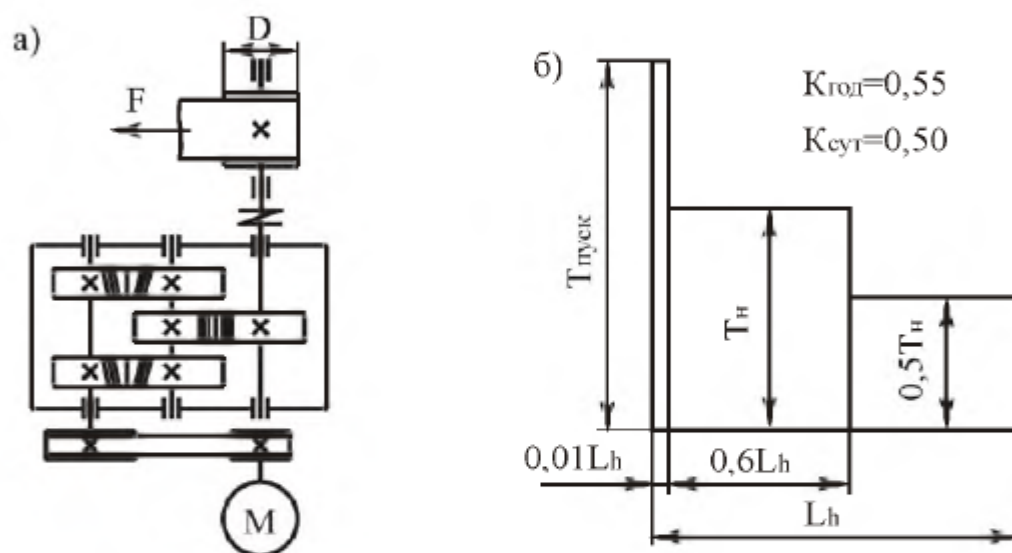

Рис. 6.6. Привод ленточного конвейера:
**Тема 6.** Спроектировать привод ленточного конвейера (рис. 6.6, табл. 6.6). Привод вала барабана ленточного конвейера осуществляется от асинхронного электродвигателя общего машиностроительного применения через открытую клиноременную передачу и цилиндрический двухступенчатый редуктор. Выходной вал редуктора соединен с валом барабана упругой муфтой.